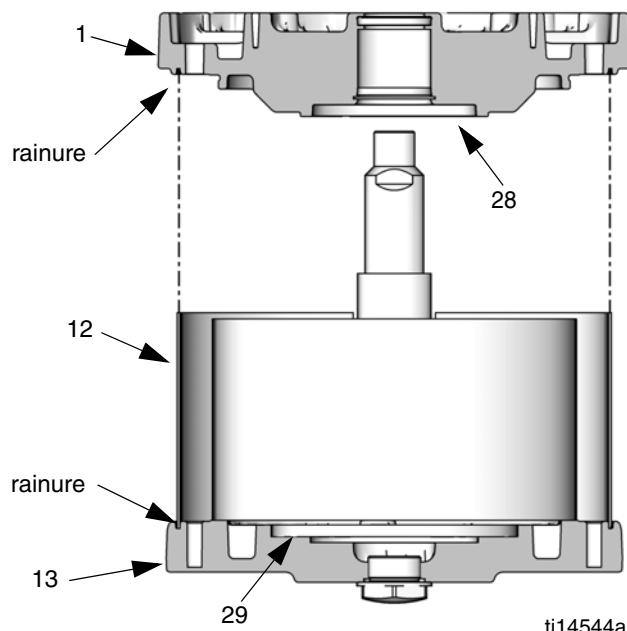

FIG. 13 : Alignement du bouclier dans les rainures des capots
8. Lubrifiez et installez le joint torique (9*) sur le capot inférieur (1).
9. **M07xxx, M12xxx et M18xxx uniquement** : installez l'amortisseur de piston (28) sur le capot inférieur (1).
10. Consultez la FIG. 13. Positionnez délicatement le capot inférieur (1) sur le cylindre (11) en faisant coulisser la tige dans le roulement. Les surfaces de collecteur des capots supérieur et inférieur doivent s'aligner. Assurez-vous que le bouclier (12) est dans la rainure des capots supérieur et inférieur.